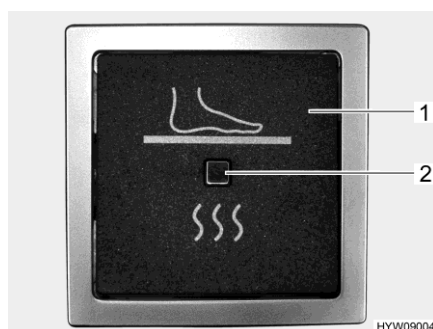

Bild 136 Vippkontakt (elektrisk golvvärme)
- ▷ Den elektriska golvvärmen slås på och av med en vippkontakt (Bild 136,1). När golvvärmen är på lyser kontrollampan (Bild 136,2).